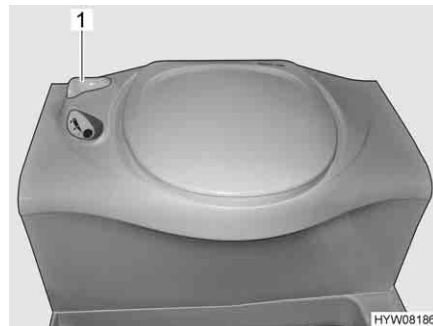

Fig. 260 Toilettes Thetford
- Avant d'actionner la chasse d'eau, ouvrir le curseur des toilettes Thetford. Tourner pour cela le levier du curseur (Fig. 260,1) dans le sens inverse des aiguilles d'une montre.
- Après avoir actionné la chasse d'eau, fermer le curseur. Tourner le levier du curseur (Fig. 260,1) dans le sens des aiguilles d'une montre.